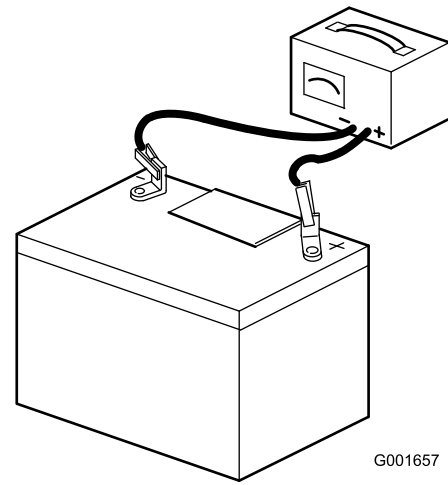

Figure 40
- Quand la batterie est chargée au maximum, débranchez le chargeur de la prise, puis débranchez les fils du chargeur des bornes de la batterie (Figure 40).